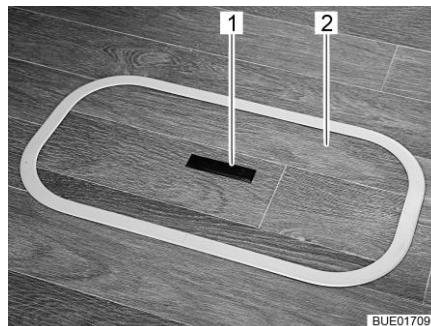
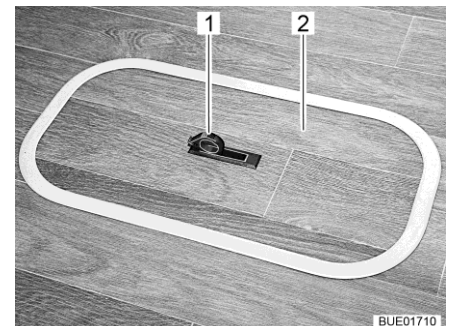

Fig. 90 Copertura scomparto del pavimento (maniglia abbassata)
Fig. 91 Copertura scomparto del pavimento (maniglia alzata)
- Spingere la piastra di presa (Fig. 90,1) verso il basso da un lato. La maniglia (Fig. 91,1) viene ruotata verso l'alto.
- Rimuovere la copertura (Fig. 90,2 o Fig. 91,2) tirandola verso l'alto.